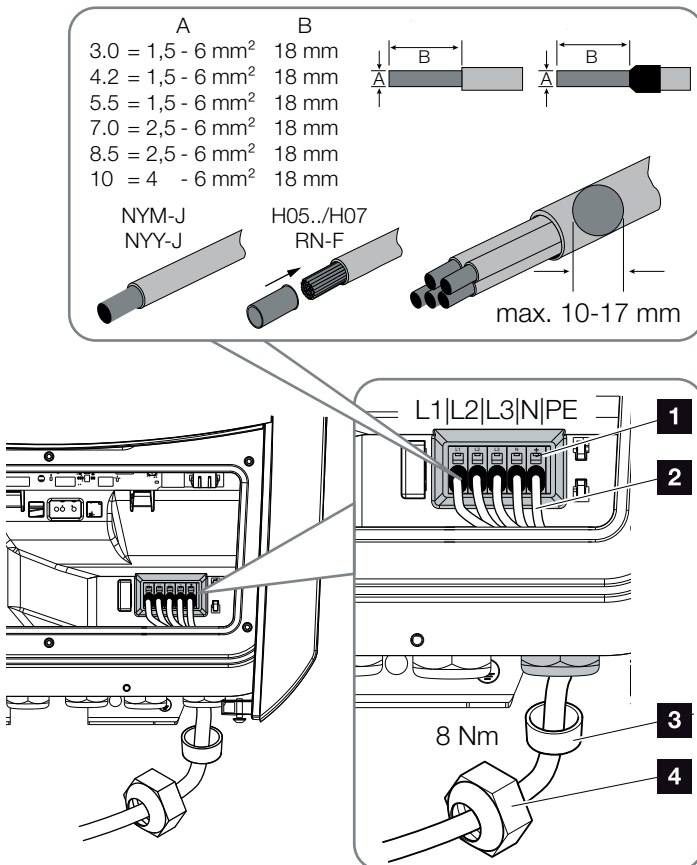

Fig. 23 : Raccordement du câble d'alimentation réseau à l'onduleur
9. Raccorder les fils du câble d'alimentation réseau à la borne de connexion AC conformément au marquage. **!** **🔧** Fig. 23, pos. 1